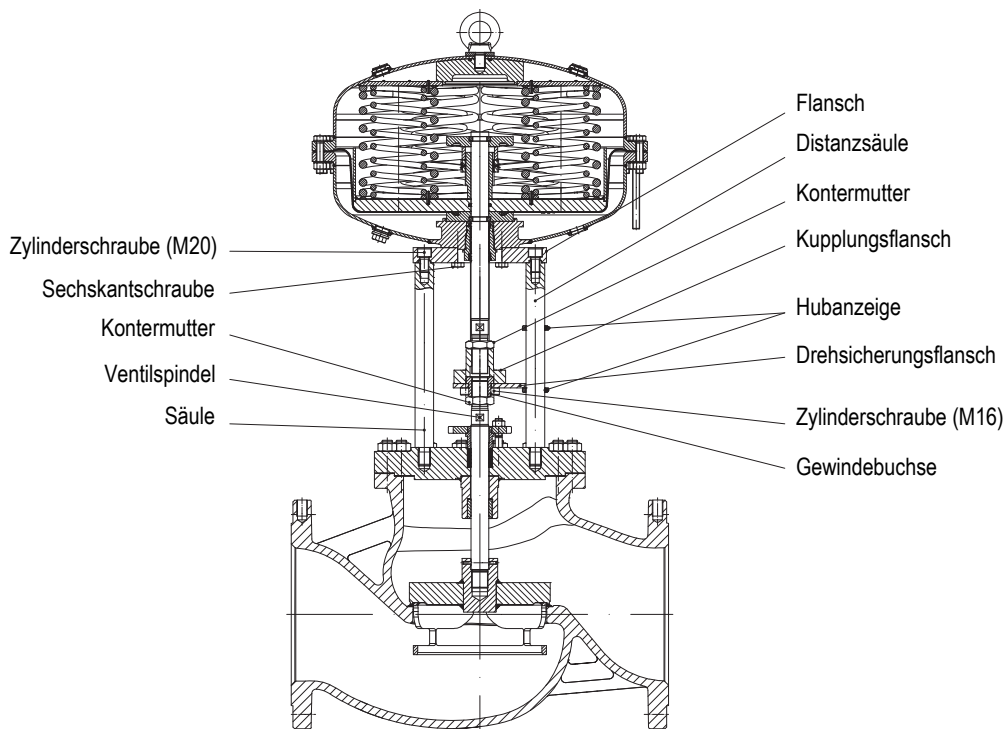

Bild 6: Pneumatisches Stellventil in Durchgangsform
Die Durchgangsventile werden bei Druckluft-Ausfall durch die Federkraft geschlossen (Bild 6).
- Zylinderschrauben lösen (Bild 6).
- Sechskantschrauben (Bild 6) entfernen und Antrieb vom Ventil abnehmen.